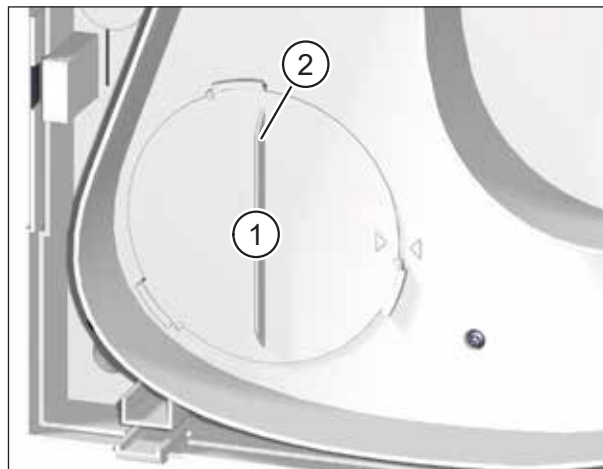

Abb. 17: Außenluftfilter entfernen
- Drehen Sie den Filterdeckel (Pos. 1 in Abb. 17) an der Griffleiste (Pos. 2 in Abb. 17) gegen den Uhrzeigersinn, bis sich der Filterdeckel aus den Halterungen gelöst hat.
- Kontrollieren Sie die Position des Filterdeckels. Die Griffleiste muss senkrecht stehen und der Pfeil auf dem Filterdeckel muss mit dem Pfeil der Arretierposition fluchten (siehe Abb. 17 auf Seite 33).